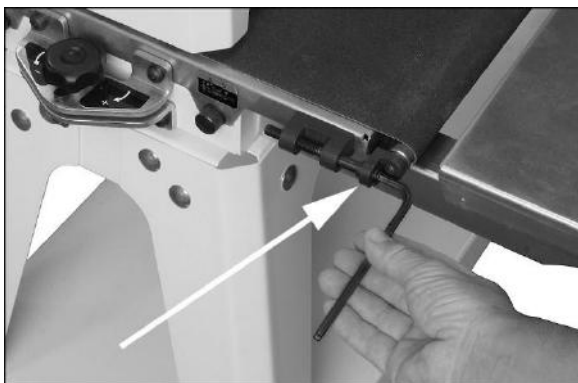

Abb. 8-2: Einstellung der Riemenspannung
2. Die Einstellmuttern der Aufwickel-Einstellschrauben (Abb. 8.2) mit einem 5-mm-Sechskantschlüssel einstellen. Dies auf beiden Seiten der Fördereinheit durchführen, um etwa die gleiche Spannung auf beiden Seiten des straffen Schleifbands zu erhalten.